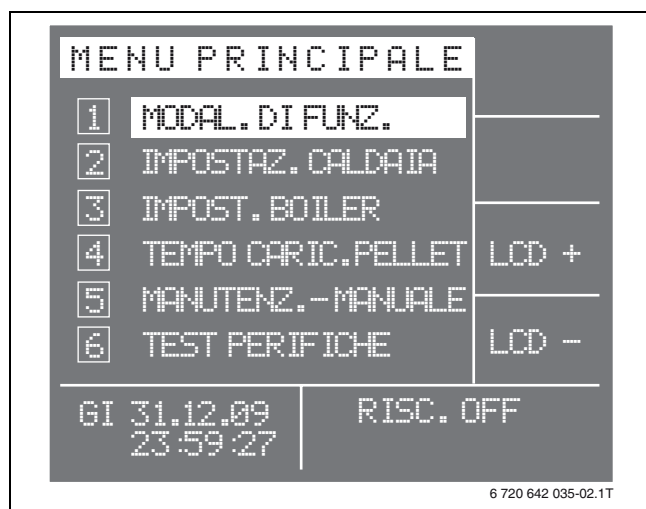

Fig. 3 Menu principale - pagina 1
- Premere il tasto F3 (**LCD +**) o il tasto F4 (**LCD -**) per impostare il contrasto del display (→ fig. 3).